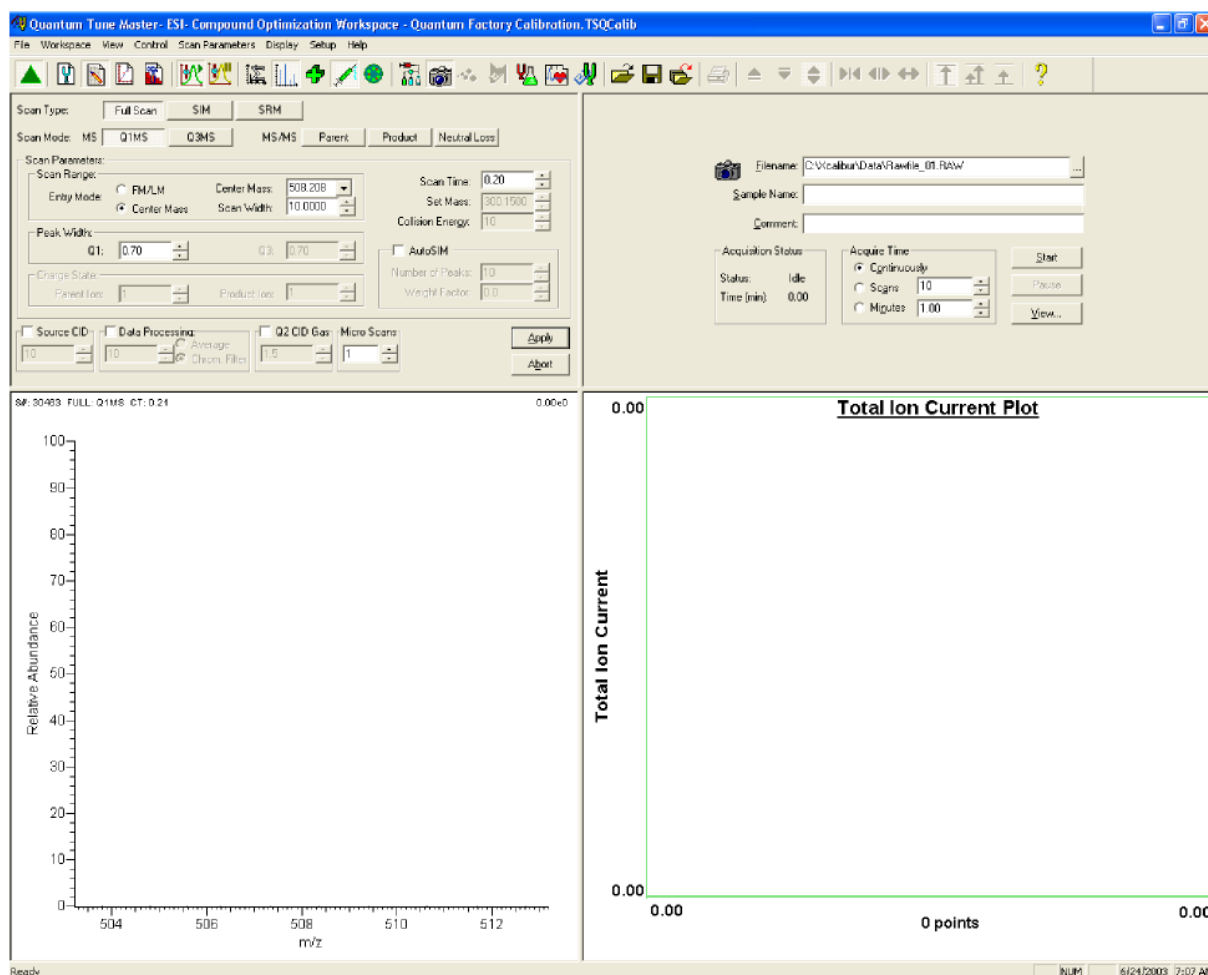

图3-6. 仪器方法建立工作区域
a. 在Tune Master窗口中，在Control / Scan Mode(控制/扫描模式)工具栏上点击Instrument Method Development Workspace(仪器方法建立工作区域)按钮显示Instrument Method Development(仪器方法建立)工作区域。见图3-6。